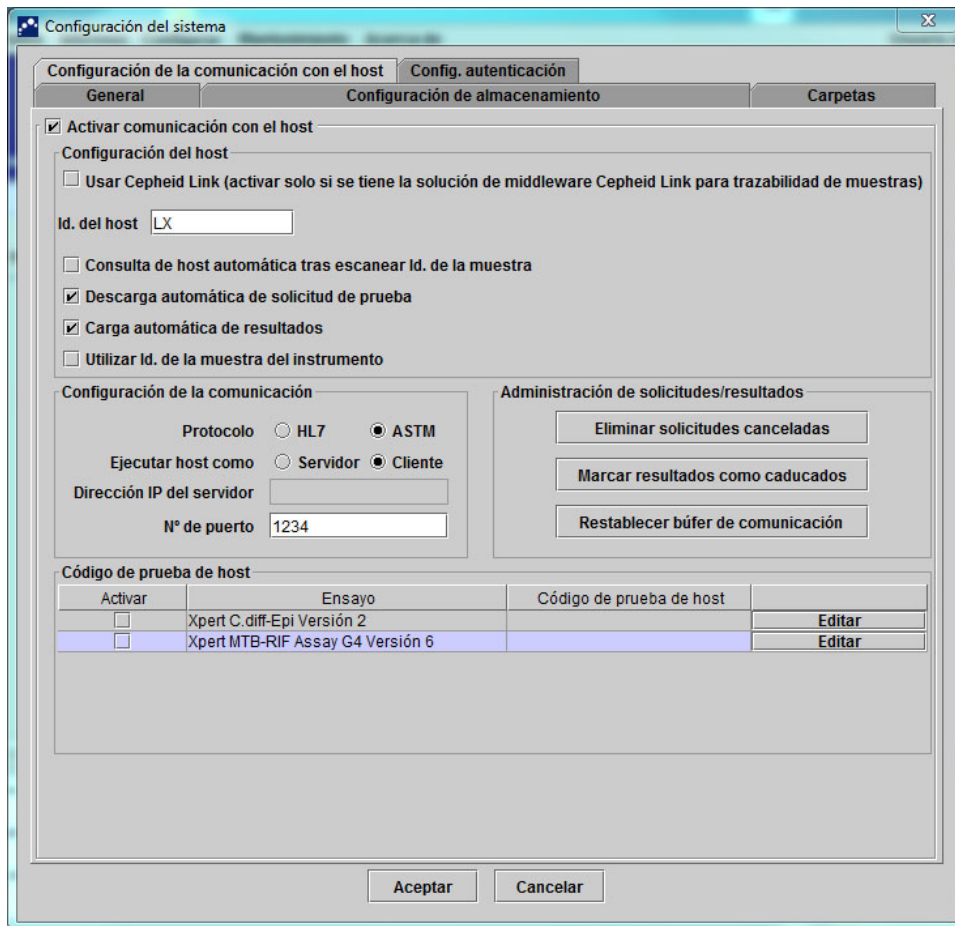
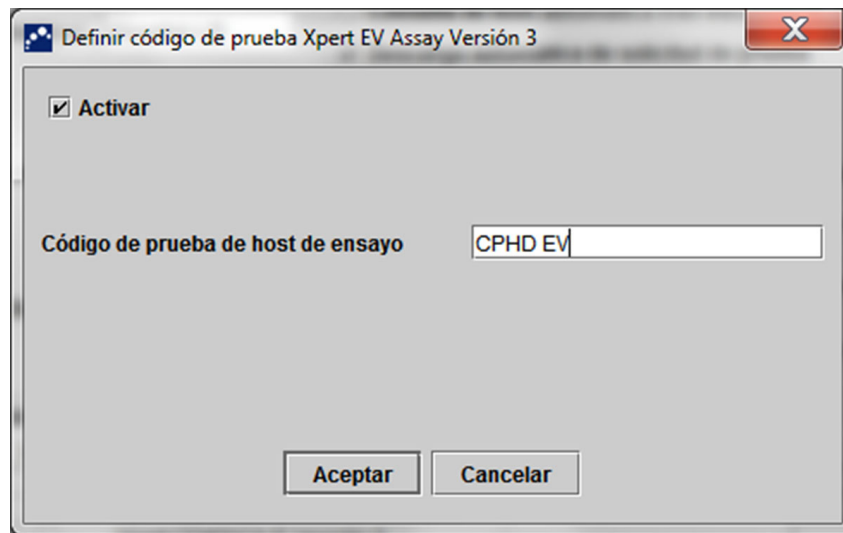
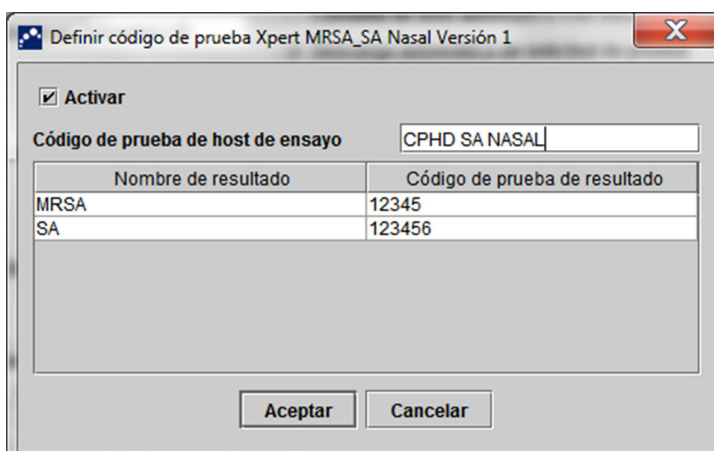

Figura 2-81. Cuadro de diálogo Configuración del sistema (ficha Configuración de la comunicación con el host)
Figura 2-83. Cuadro de diálogo Definir código de prueba para un ensayo de un solo resultado
Figura 2-84. Cuadro de diálogo Definir código de prueba para un ensayo de varios resultados
2. Haga clic en la ficha **Configuración de la comunicación con el host**. Aparece la ficha **Configuración de la comunicación con el host**. Consulte la figura 2-81.
1. En la tabla **Código de prueba de host** de la ficha Configuración de la comunicación con el host (consulte la figura 2-81), haga clic en el botón **Editar** que desee para cambiar la configuración. Aparece el cuadro de diálogo Definir código de prueba. Consulte la figura 2-83.
- En la tabla **Código de prueba de host** de la ficha Configuración de la comunicación con el host (consulte la figura 2-81), haga clic en el botón **Editar** que desee para cambiar la configuración. Aparece el cuadro de diálogo Definir código de prueba. Consulte la figura 2-84.
- Los nombres de los resultados notificados por el ensayo se indican en el campo **Nombre de resultado**. Consulte la figura 2-84.
- Escriba el código de prueba de resultado en el campo **Código de prueba de resultado** (consulte la figura 2-84) correspondiente a cada nombre de resultado que puede mostrar este ensayo.